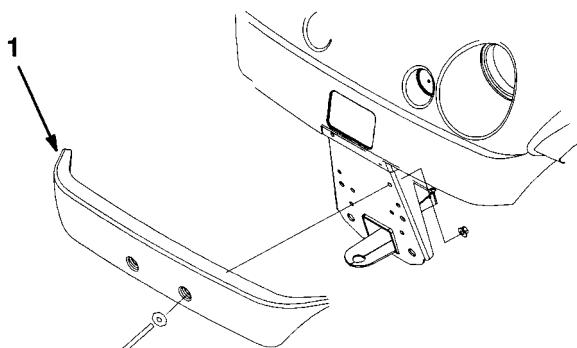

図 5
- 2 . 取り外したネジ類を使ってバンパーを取り付ける（図 5）。